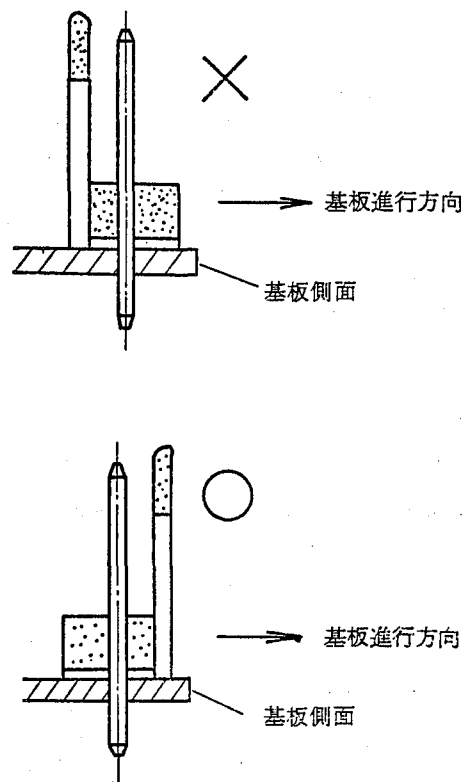

図 13
- (1) ポスト・ヘッダーが基板の側面近くに位置している場合はロック部を図13の様に基板に装着することが望めます(半田時フラックスがポストに付着するのを防止するため)。